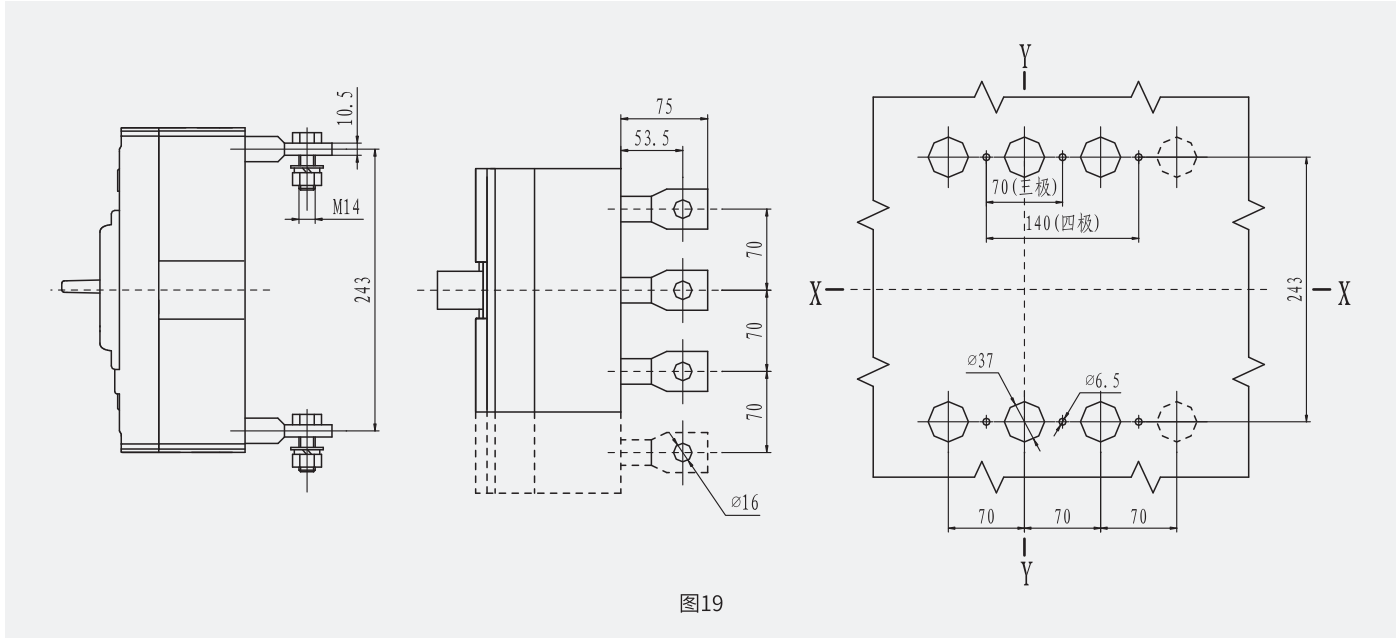

图19
7.18 HSM6E-800 (H、L) 板后接线外形及安装、开孔尺寸 (三极、四极) 见图19